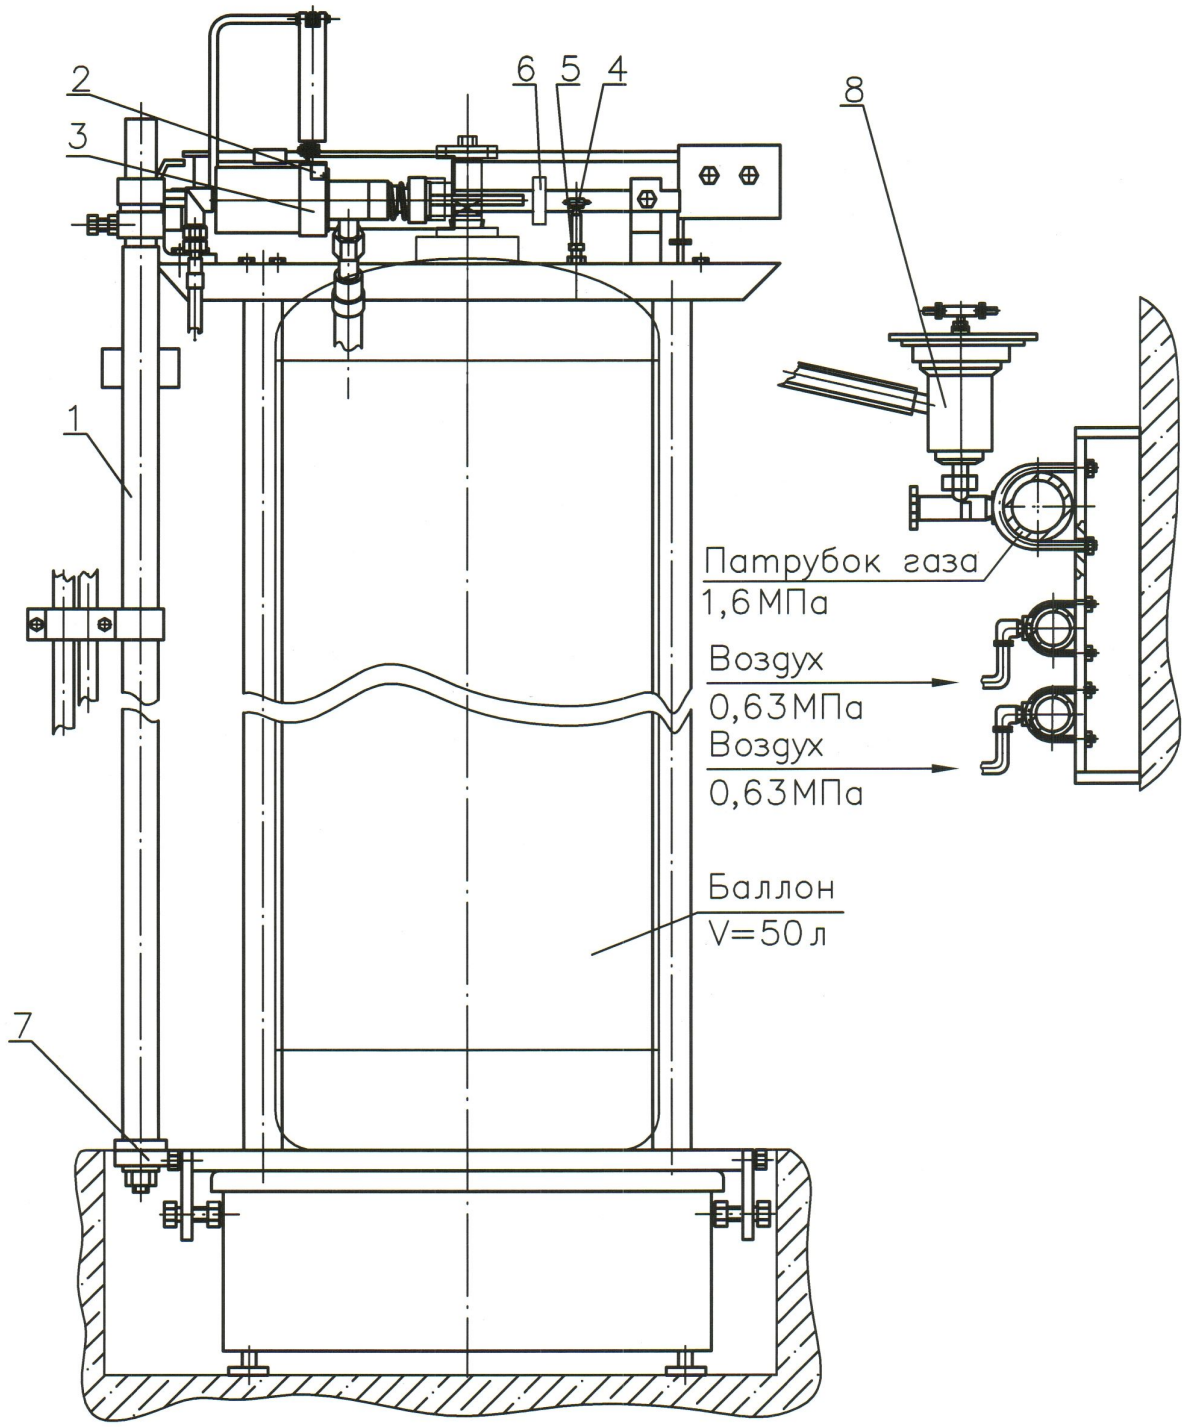

Рис. 4.1
4.1. Пост (рисунок 4.1) смонтирован на базе весов рычажных типа ВТ 8908-150 МГ и состоит из стойки 1 , на которой, на пружинной подвеске 2, закреплена струбцина 3. На полке весов закреплено сопло 4, а на коромысле - клапан 5 и компенсатор 6. На боковых поверхностях основания весов установлены ограничители смещения платформы весов 7.
6.1. Подготовить приямок по размерам 500мм x 550 мм и глубиной 150 мм (рисунок 4.1).
7.4. Настроить весы поста, используя две гири массой 20 кг и ориентируя компенсатором веса 6 (см. рис.4.1) таким образом, чтобы малая гирька коромысла весов находилась на отметке "0".